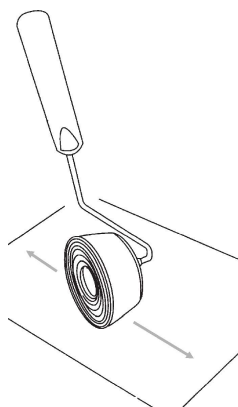

Fig.8
6. Carregue o cabeçote do perfurador rolando-o sobre um jornal velho por 2 minutos ou até que esteja totalmente coberto de tinta (Fig. 8).